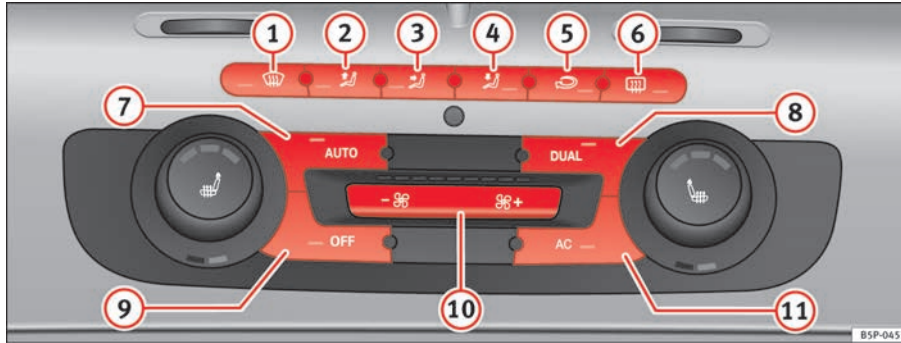

Abb. 132 Bedienelemente der 2C-Climatronic am Kombiinstrument.
- Zum Einschalten des manuellen Betriebs betätigen Sie eine der Tasten $\Rightarrow$ Abb. 132 ① bis ⑤ oder aber die Gebläsetasten ⑩. Die jeweils eingestellte Funktion wird am Display des Radios bzw. des Navigationssystems angezeigt.
- Drücken Sie die Taste  ⇒ Seite 167, Abb. 132 , um den Umluftbetrieb ein- oder auszuschalten. Bei eingeschaltetem Umluftbetrieb erscheint am Display das Symbol .